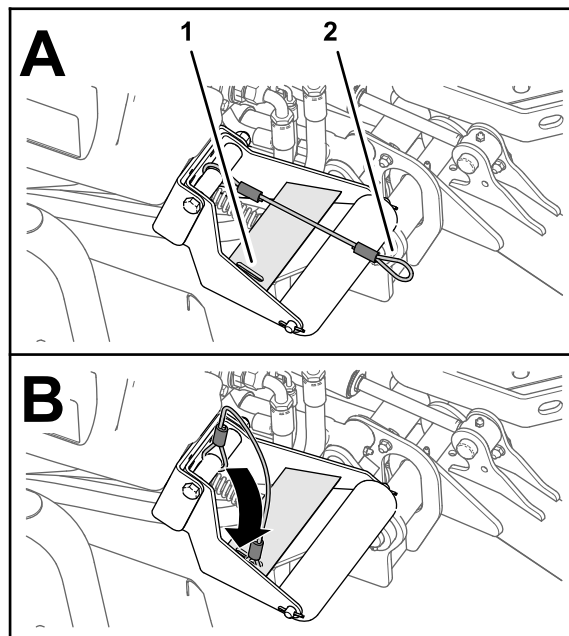

图 27
4. 在滚刀组放下时将系索的挂环滑入滚筒支架加强板的槽中 图 27。